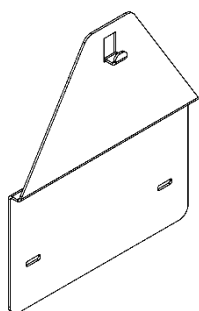

Рисунок 6. Переходная планка
7.2.3 При установке аппарата на место где ранее был установлен аппарат марки «NEVA» или «BaltGaz», который крепился к стене с помощью двух крючков, можно выкрутить данные крючки и использовать отверстия для установки переходной планки (см. рис. 6). Переходная планка 124610-00.050 позволяет смонтировать аппарат с использованием уже имеющихся крепежных отверстий в стене. Переходная планка приобретается отдельно в фирменных магазинах или на сайте [baltgaz.ru](http://baltgaz.ru).